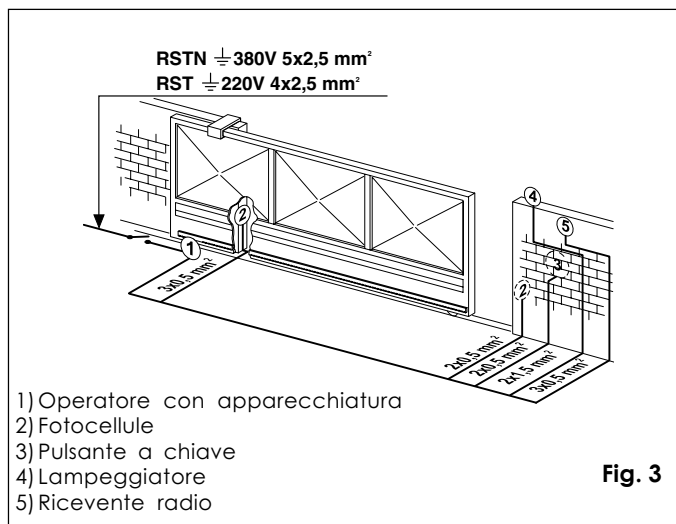

Fig. 3
- 4) Predisporre i cavi elettrici per il collegamento con gli accessori e l'alimentazione elettrica come da fig. 3. Per effettuare agevolmente i collegamenti fare fuoriuscire i cavi circa 1 mt. dal foro della piastra di fondazione.
Seguendo le indicazioni di fig. 3 predisporre le canalizzazioni ed effettuare i collegamenti elettrici dell'apparecchiatura elettronica con gli accessori prescelti.